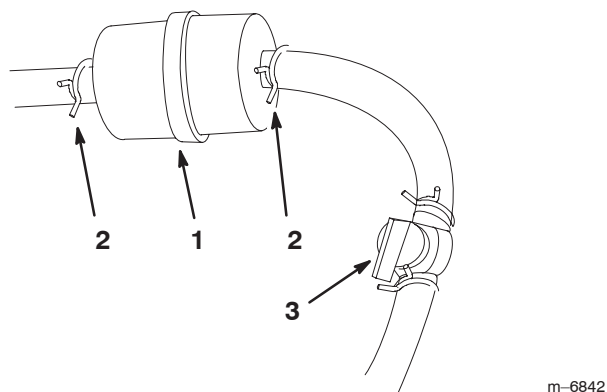

Figure 44
4. Fermez le robinet d'arrivée de carburant (Fig. 44).
5. Pincez les extrémités des colliers et faites glisser ceux-ci pour les éloigner du filtre (Fig. 44).
9. Ouvrez le robinet d'arrivée de carburant (Fig. 44).